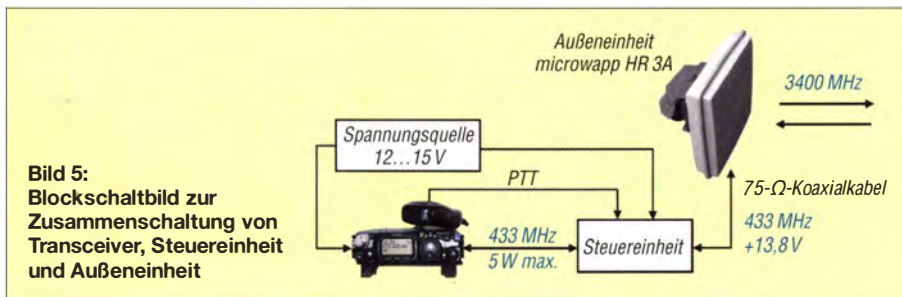

Bild 5: Blockschaltbild zur Zusammenschaltung von Transceiver, Steuereinheit und Außereinheit
- Cinchbuchse für die PTT-Steuerung auf, vgl. Bild 3. Die Zusammenschaltung erfolgt gemäß Bild 5. Den Eingangspegelbereich hat BTV so gewählt, dass sich sowohl verbreitete UHF-QRP-Geräte wie FT-790R(II), IC-402 und FT-817 anschließen lassen als auch normale Transceiver der 50/100-W-Klasse. Clever gelöst!